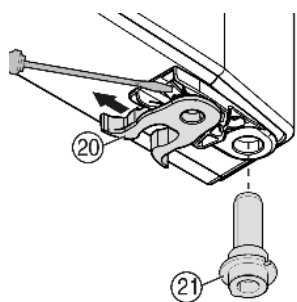

Fig. 10
- ▶ Prestavljanje vzmetne sponke Fig. 10 (20): Zaskočni zapah potisnite navzdol in vzmetno sponko povlecite čez.
- ▶ Ležajni sornik Fig. 10 (21) odstranite iz puše vrat in ga skupaj s stekleno ploščo namestite na nasprotno stran. Zaskočni zapah mora biti obrnjen proti notranji strani vrat, zarez pa proti zunanji.
- ▶ Vrata spodaj zasukajte navznoter in ležajni sornik Fig. 10 (21) vstavite v ležajni podstavek. Po potrebi ležajni sornik zasučite, da se lahko zaskoči.